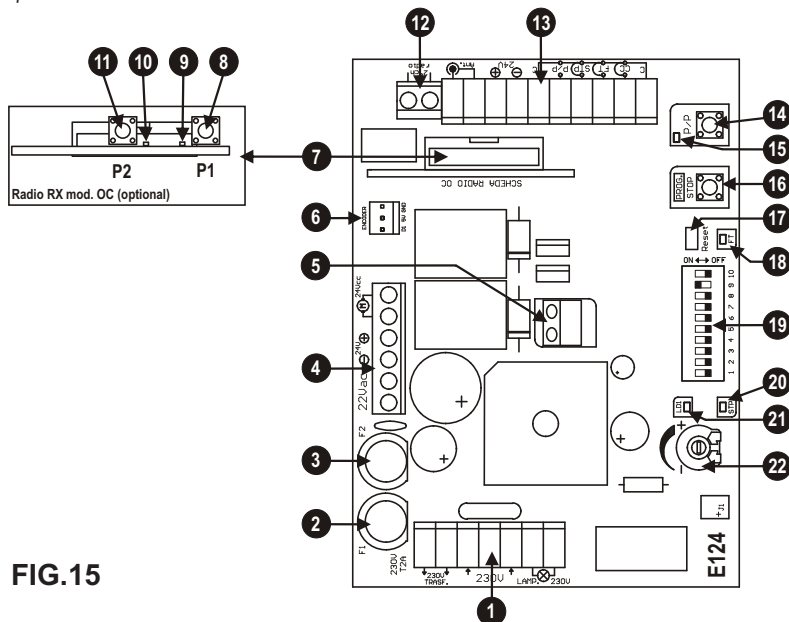
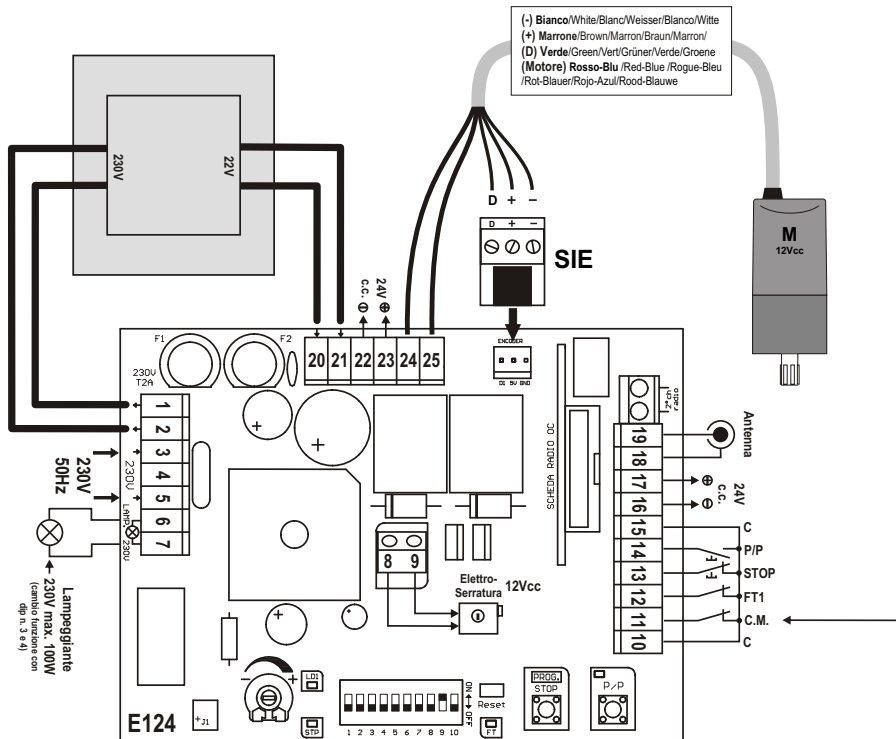

FIG.15
Fig. 16
Pour les connexions suivre les tableaux 1 et 2 et la figure 16.
Durant la phase d'apprentissage on actionnera plusieurs fois la touche P/P (pos. 14 fig. 15), en alternative on peut utiliser la commande P/P (borne 14, fig. 16) ou l'émetteur radio mémorisé sur le premier canal du récepteur.
- 2- En maintenant la touche PROG enfoncée, effectuer une réinitialisation en court-circuitant avec un tournevis le cavalier Reset (pos. 17 fig. 15).
1-Activer la fonction ralentissement en mettant le dip-switch n. 9 sur ON (pos. 19 - fig. 15).
Les différentes options décrites sont sélectionnables avec le dip-switch fonctions (pos. 19 - fig.15).
L'antenne doit être connectée aux bornes 18 (conducteur extérieur) et 19 (âme) voir fig. 16.